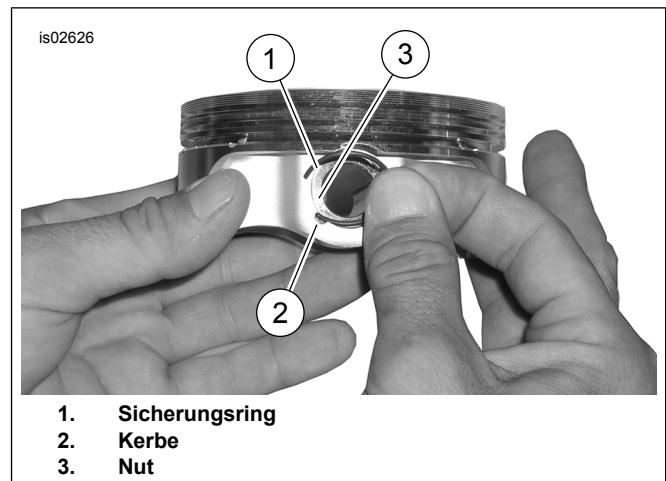

Abbildung 3. Sicherungsring und Kolben
1. Siehe Abbildung 3. Das offene Ende des Sicherungsrings (1) in die Kerbe (2) der umlaufenden Nut (3) des Kolbenbolzenvorsprungs so einsetzen, dass sich die Öffnung beim Einbau entweder in der 12-Uhr-Position oder 6-Uhr-Position befindet.